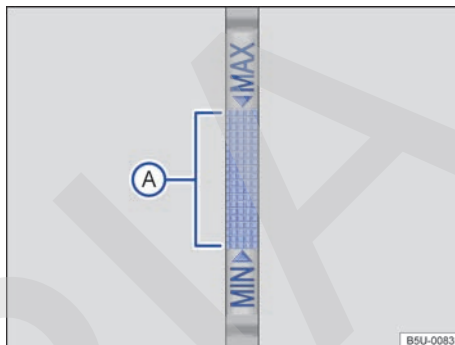

Fig. 126 Varilla de medición del aceite con marca de nivel del aceite del motor.
7. Retirar nuevamente la varilla de medición del aceite y leer el nivel del aceite del motor en la varilla de medición → fig. 126 de la siguiente manera:
13. Al final del proceso de recarga de aceite, el nivel de aceite del motor debe estar, por lo menos, en el medio de la zona → fig. 126 , aunque jamás por encima de la zona "MAX" → .
El nivel del aceite del motor no debe sobrepasar de ninguna manera la región "MAX" → fig. 126. De lo contrario, se podrá aspirar el aceite por la ventilación del cárter, pasando por el sistema de escape y ser lanzado en la atmósfera, además, el aceite puede quemarse dentro del catalizador, dañándolo.
En caso de gran demanda del motor, el nivel del aceite del motor debe estar lo más cerca posible del área "MAX" → fig. 126 – sin sobrepasar, por ejemplo, en viajes largos en rutas durante el verano, o durante travesías de montañas.